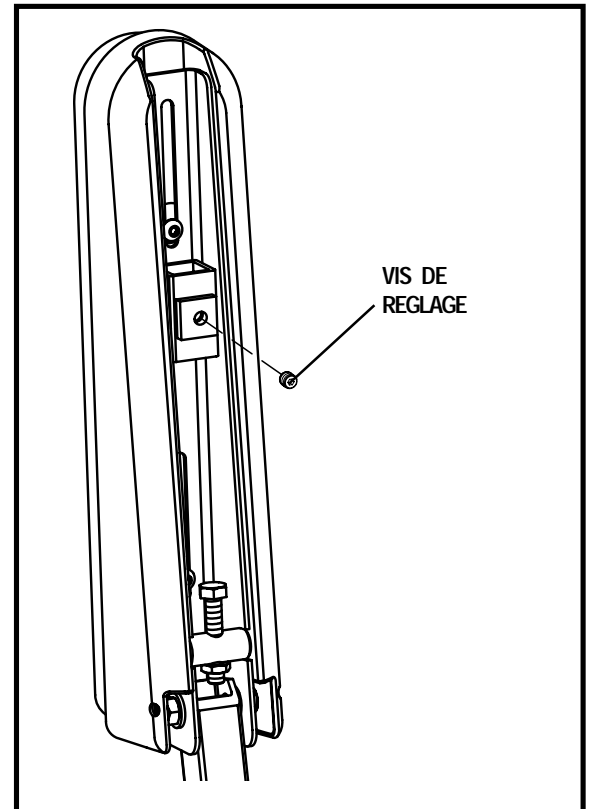

Figure 16. Dessous de l'accoudoir
3. Utilisez une clé hexagonale pour desserrer la vis de réglage. Voir la figure 16.